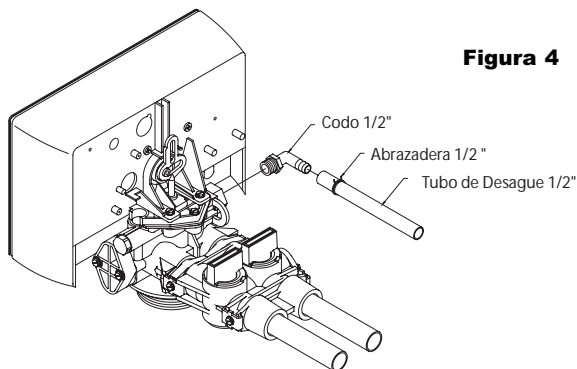

Figura 4
- Conecte la línea de desague a la salida del desague atrás de la válvula en frente a la conexión de la entrada (ver figura 4). Se requiere un accesorio para conectar la rosca del tubo hembra a la línea del desague.